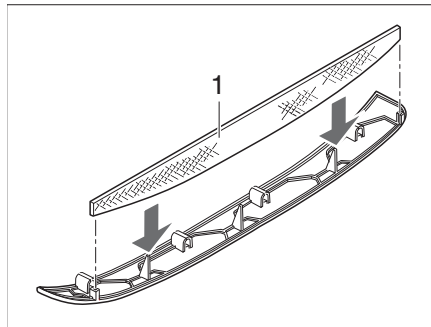
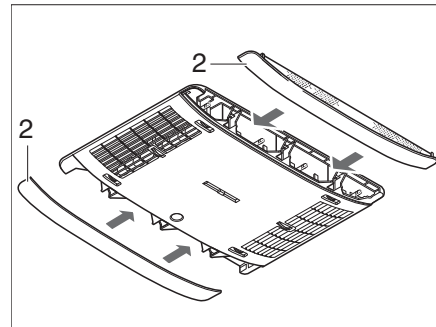

Bild 164 Luddfilter klimatanläggning
Bild 165 Paneler klimatanläggning
I panelerna (Bild 165,2) på sidorna finns två luddfilter. Luddfiltren måste rengöras regelbundet, dock minst var 6:e månad, och vid behov ska de bytas.
- Dra av panelerna (Bild 165,2) från luftspridaren och rengör luddfiltret (Bild 164,1) eller byt det vid behov.